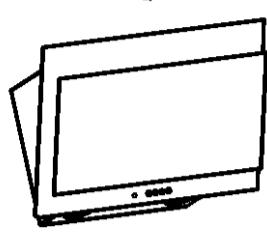

рис. 7
6.3 В зависимости от режима эксплуатации кухонной вытяжки соедините вентилятор с вентиляционной решеткой полужестким гофрированным воздуховодом (рис. 7) или установите на вентилятор угольные фильтры.
6.4 Установите фальштрубу (рис. 7).